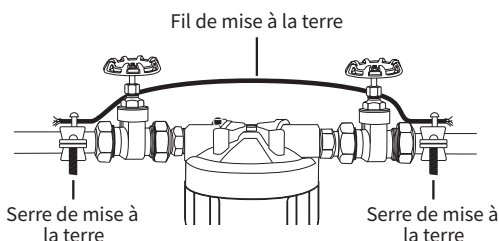

Figure 3
5. Pour une installation sur une tuyauterie métallique : Installez une serre de mise à la terre sur la section de conduite d' eau entrante en métal et une sur la section de conduite en métal d' eau sortante. Assurez-vous que la tête du filtre, les raccords et les soupapes sont entre les deux serres de mise à la terre. (voir la Figure 3)